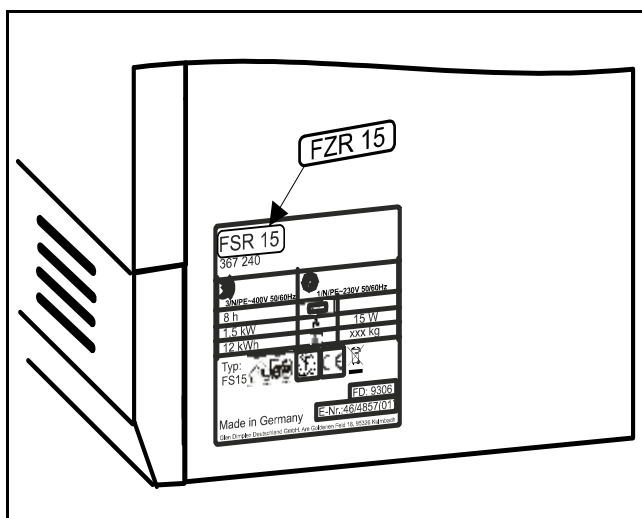
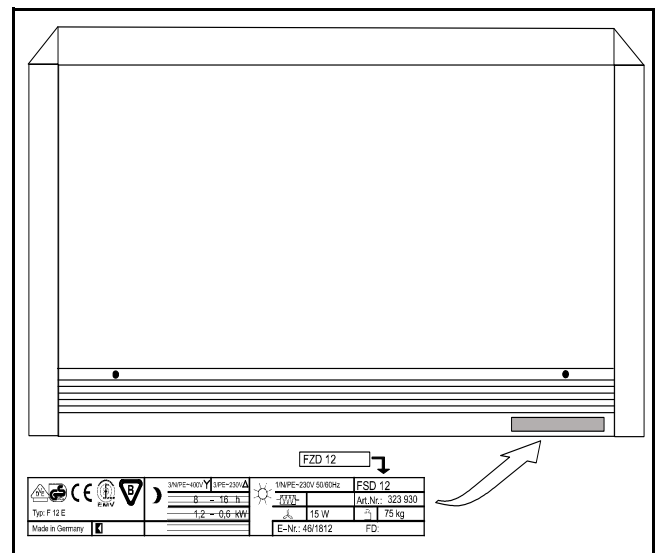

Abb. 4: Bei Gerätetyp FSR das Zusatzschild FZR verwenden
Abb. 5: Bei Gerätetyp FSD das Zusatzschild FZD verwenden.
10. Zusatzklebschild (Typenbezeichnung) auf vorhandenes Typschild aufkleben (FSR Abb.4), FSD,FZD (Abb.5)